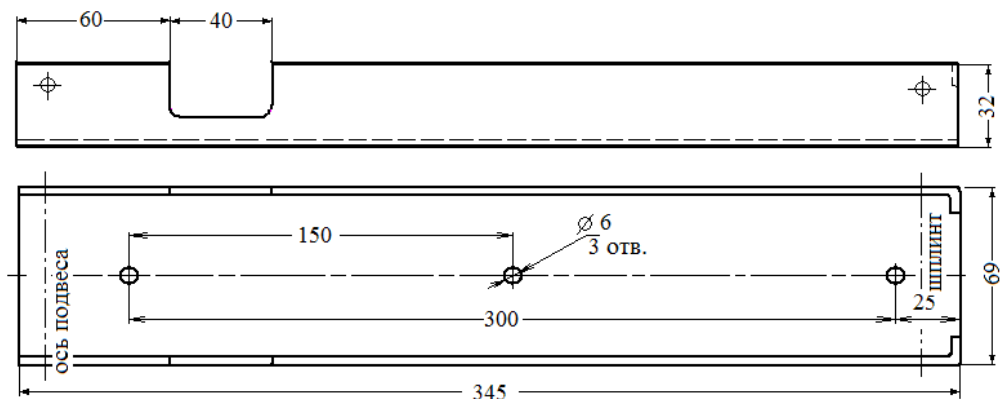

Рис. 3. Крепёжная площадка МПП «Гарант-D».
5.2. Закрепить крепёжную площадку модуля в соответствии с определёнными местами (по проекту). Координаты отверстий для крепления МПП «Гарант-D» показаны на рис. 3.